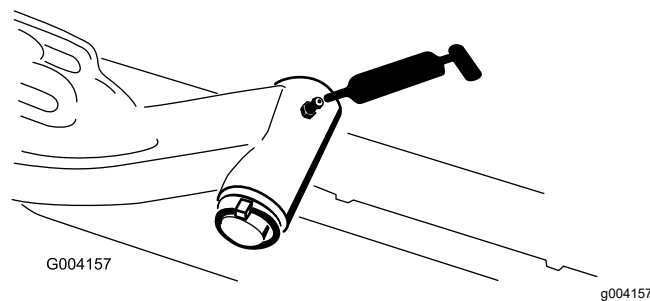

Figura 76
- Veio da articulação do braço de elevação (1 cada) (Figura 76)